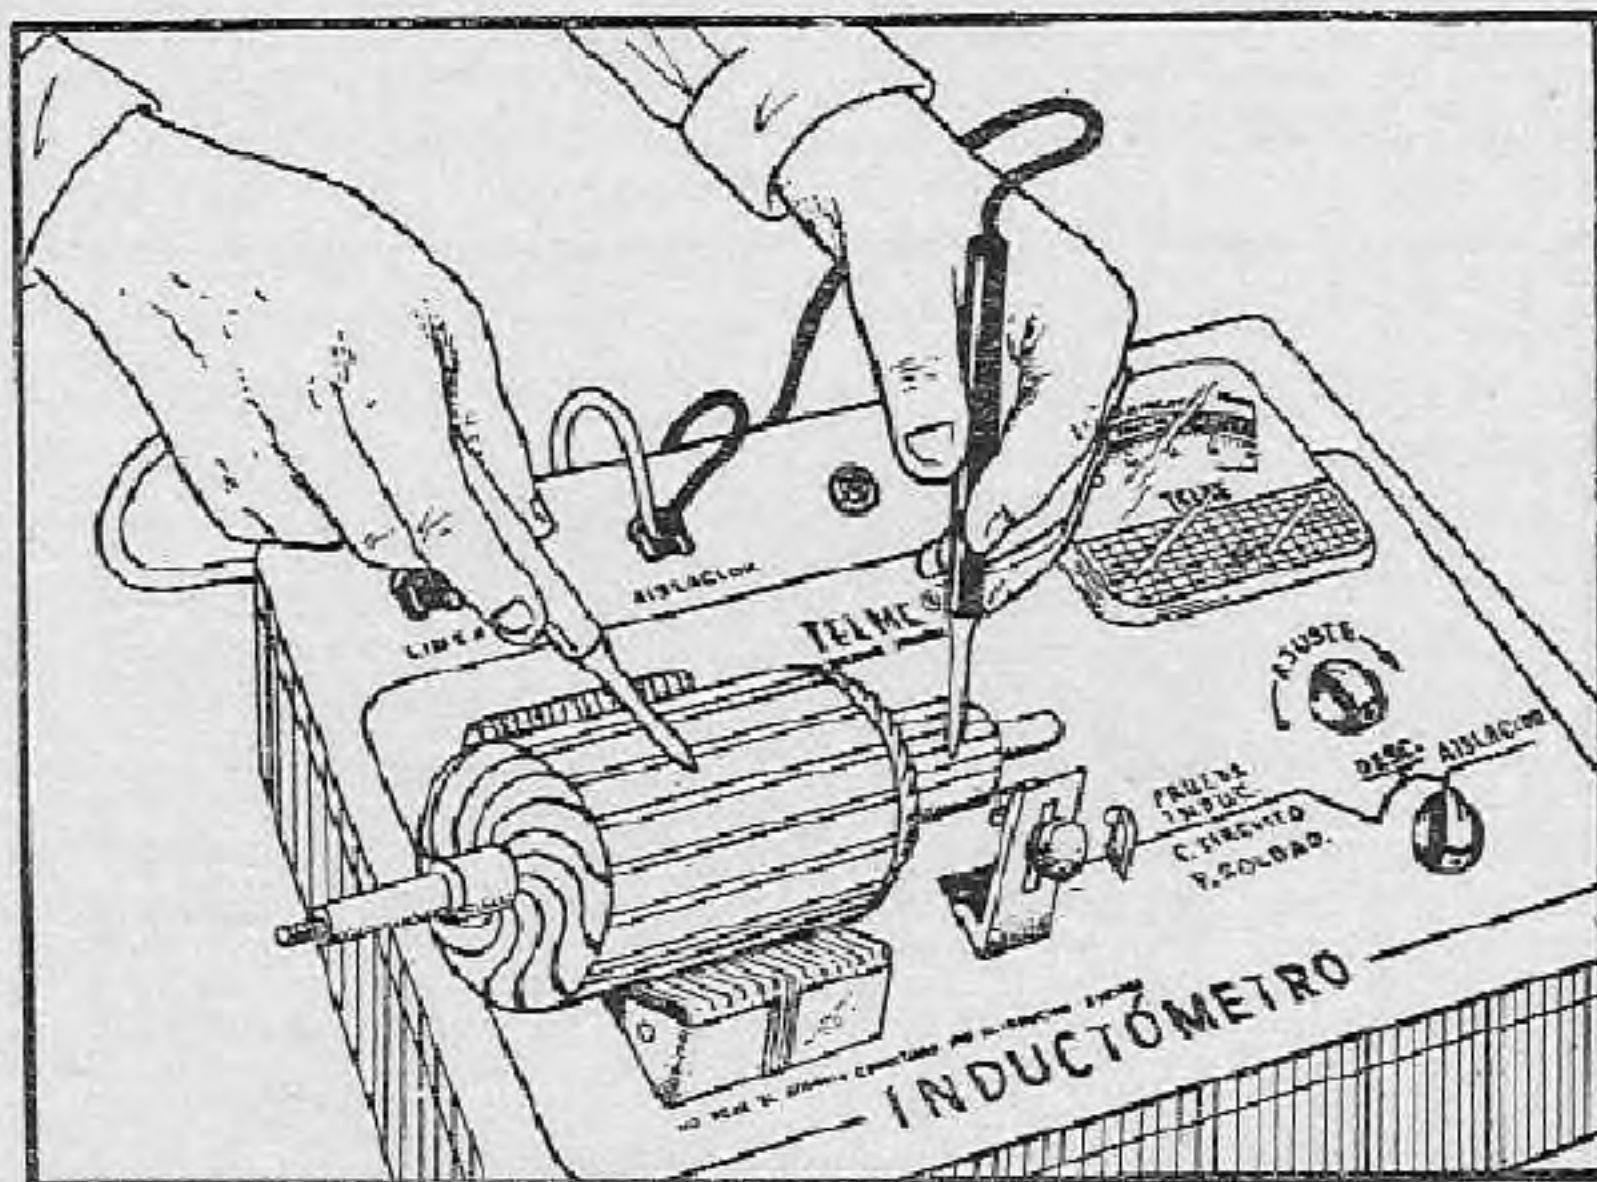

Fig. 151. — Prueba de la aislación del colector con respecto a masa.
6. Apoyar sucesivamente una de las puntas de prueba en cada una de las delgas del colector, mientras con la otra punta se toca el eje o el núcleo del inducido (fig. 151). Observar el instrumento.